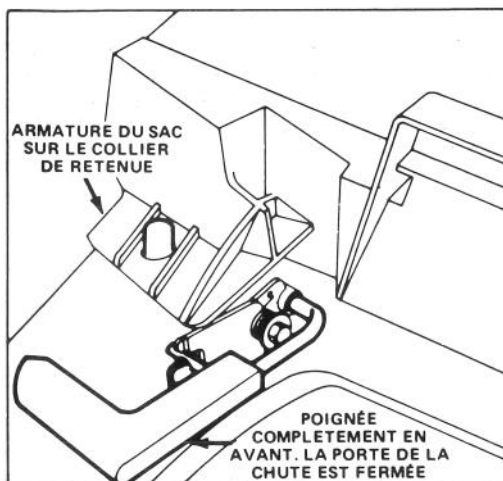

Figure 9
retenue du logement (Fig. 9) et placez l'arrière de l'armature du sac sur le mancheron inférieur.
5. VIDAGE DU SAC — Arrêtez le moteur et attendez que toutes les pièces en mouvement se soient arrêtées. Déplacez la poignée de commande de la porte de la chute vers l'avant pour engager la goupille de verrouillage dans le cran (Fig. 9). Saisissez les poignées situées devant et derrière le sac et enlevez le sac de la tondeuse. Inclinez graduellement le sac vers l'avant pour vider l'herbe coupée.